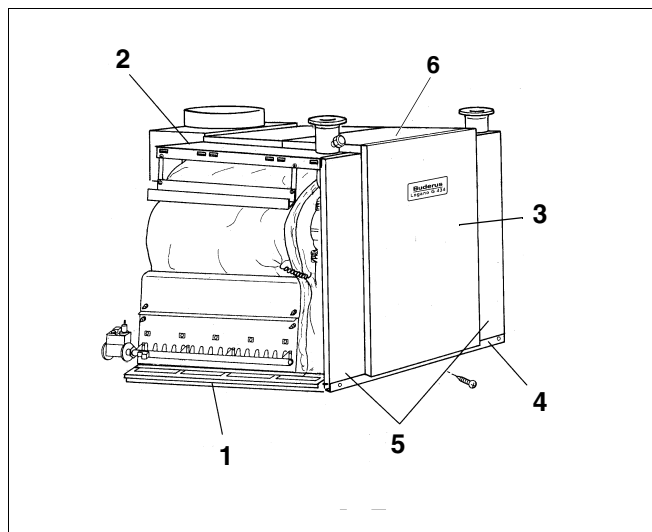
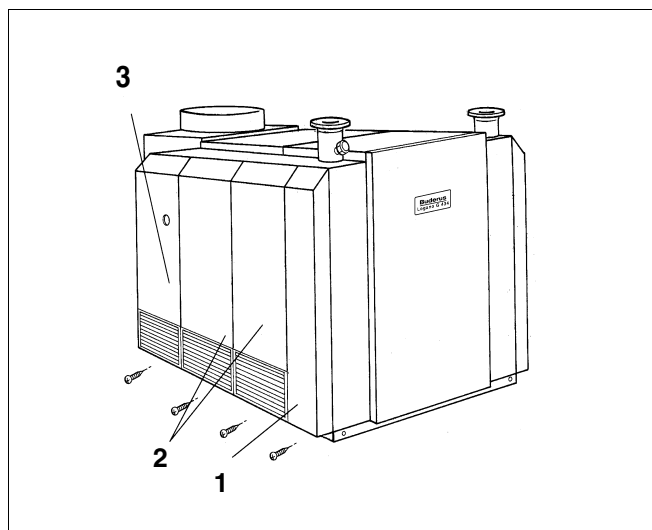

Fig. 72 Montage éléments de jaquette
Fig. 73 Montage panneaux latéraux
- Les deux parois étroites latérales avant (fig. 72, **pos. 5**) sont introduites entre la plinthe longitudinale (fig. 72, **pos. 1**) et transversale (fig. 72, **pos. 4**) et accrochées en haut sur les capots latéraux (fig. 72, **pos. 2**).
- La paroi avant (fig. 72, **pos. 3**) est insérée en bas entre les parois étroites latérales avant (fig. 72, **pos. 5**) et la plinthe transversale (fig. 72, **pos. 4**) et en haut dans le capot avant de la chaudière (fig. 72, **pos. 6**).
- Visser la paroi avant en bas avec une vis à tête plate 3,9 x 9,5 sur la plinthe transversale (fig. 72, **pos. 4**).
- Accrocher les deux parois latérales avant (fig. 73, **pos. 1**) aux capots latéraux de la chaudière (fig. 72, **pos. 2**) et visser sur les plinthes longitudinales (fig. 72, **pos. 1**) à l'aide de vis à tête plate 3,9 x 9,5.
Légende fig.72
- Accrocher les parois latérales arrières (fig. 73, **pos. 3**) et, s'il y a lieu, les parois latérales intermédiaires (fig. 73, **pos. 2**) en haut aux capots latéraux de la chaudière (fig. 72, **pos. 2**) et visser en bas aux plinthes longitudinales (fig. 72, **pos. 1**) à l'aide de vis à tête plate 3,9 x 9,5.
- Serrer maintenant les vis dans la plinthe longitudinale (fig. 72, **pos. 1**) ainsi que toutes les vis qui n'ont pas encore été serrées afin de positionner l'habillage (pas de grosses fentes, etc.).
Légende fig. 73